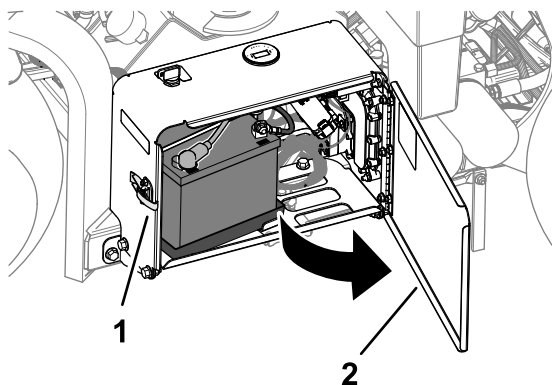

Figura 169
1. Deblocați i deschideți ușa compartimentului bateriei (Figura 169).